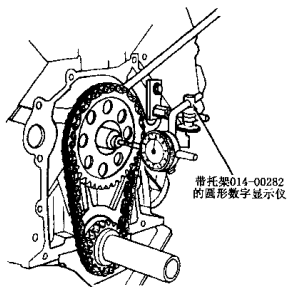

图 1-8 测凸轮轴轴向间隙图
(1) 将凸轮轴推向发动机后部,在凸轮轴键轮紧固螺栓上安装带托架的数字显示仪,如图 1-8 所示。